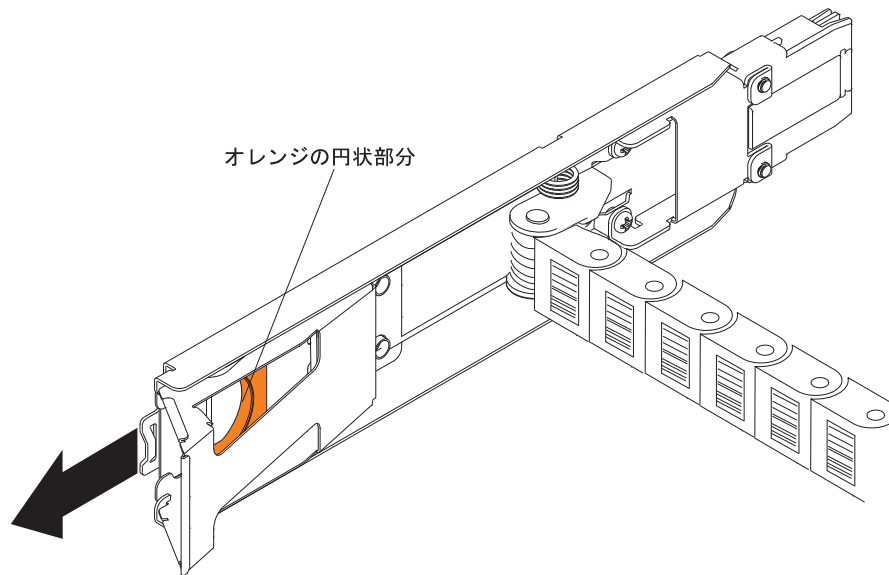

図 88. ミッドプレーンに接続される垂直取り付け金具
- c. ミッドプレーンから右のケーブル・チェーンの取り付け金具を切り離します。 オレンジ色のハンドルをつかみ (図 88 を参照)、取り付け金具をストレージ拡張エンクロージャーから完全に引き出します。必要なら、フラッシュライトを使用してオレンジのハンドルの部分を確認してください。